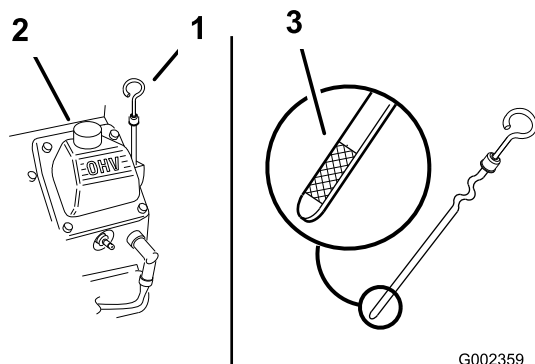

Figura 19
3. Pulite attorno all'asta di livello (Figura 19) in modo che la morchia non possa penetrare nel foro di rifornimento e danneggiare il motore.
4. Svitare l'asta di livello dell'olio e pulitene l'estremità (Figura 19).
5. Inserite a fondo l'asta di livello nel tubo di rifornimento, senza avvitarla (Figura 19).
6. Versate lentamente nel tubo di rifornimento (Figura 19) l'80% circa dell'olio indicato.